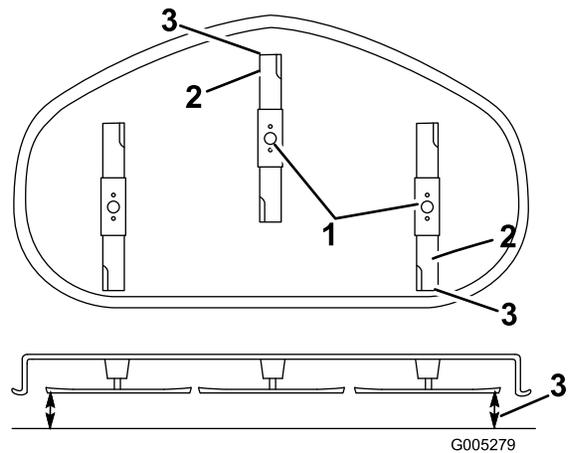

Bild 42
- Messen Sie zwischen der Messerspitze vorne und hinten und der ebenen Fläche (Bild 42). Stellen Sie, wenn die vordere Schnittemesserspitze nicht um 1,6-7,9 mm tiefer liegt als die hintere, die vordere Sicherungsmutter ein.
- Stellen Sie die Schnitthöhe auf die Stellung **D** (76 mm) und drehen Sie die Messer vorsichtig, sodass sie nach vorne und hinten zeigen (Bild 42).
9. Prüfen Sie noch einmal die Neigung in Längsrichtung. Stellen Sie die Mutter ein, bis die vordere Schnittmesserspitze um 1,6–7,9 mm tiefer liegt als die hintere Spitze (Bild 42).